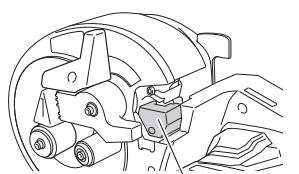

Fig. 30
- (8) S'assurer que la poignée en caoutchouc n'est pas usée (Fig. 30)